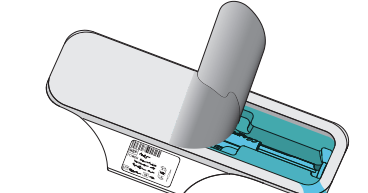

Figure 3
**Figure 3:** Égouttez soigneusement la solution saline contenue dans le blister puis décollez la partie restante du couvercle. Ne sortez pas l'injecteur de son alvéole. N'attendez pas plus de 3 minutes avant d'ajouter le OVD - Risque de déshydratation.